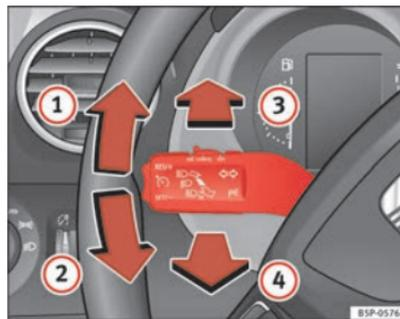

Fig. 78 Manípulo das luzes indicadoras de mudança de direcção e dos máximos
- Carregar a alavanca para cima, até ao batente para cima ⇒ fig. 78 ①, para piscar à direita ou para baixo ②, para piscar à esquerda. ▶
- Se os médios estiverem ligados, pressione o manípulo para a frente ⇒ **fig. 78 3** para ligar os máximos.
- Pressione o manípulo na direcção do volante ⇒ **fig. 78 4** para desligar os máximos.